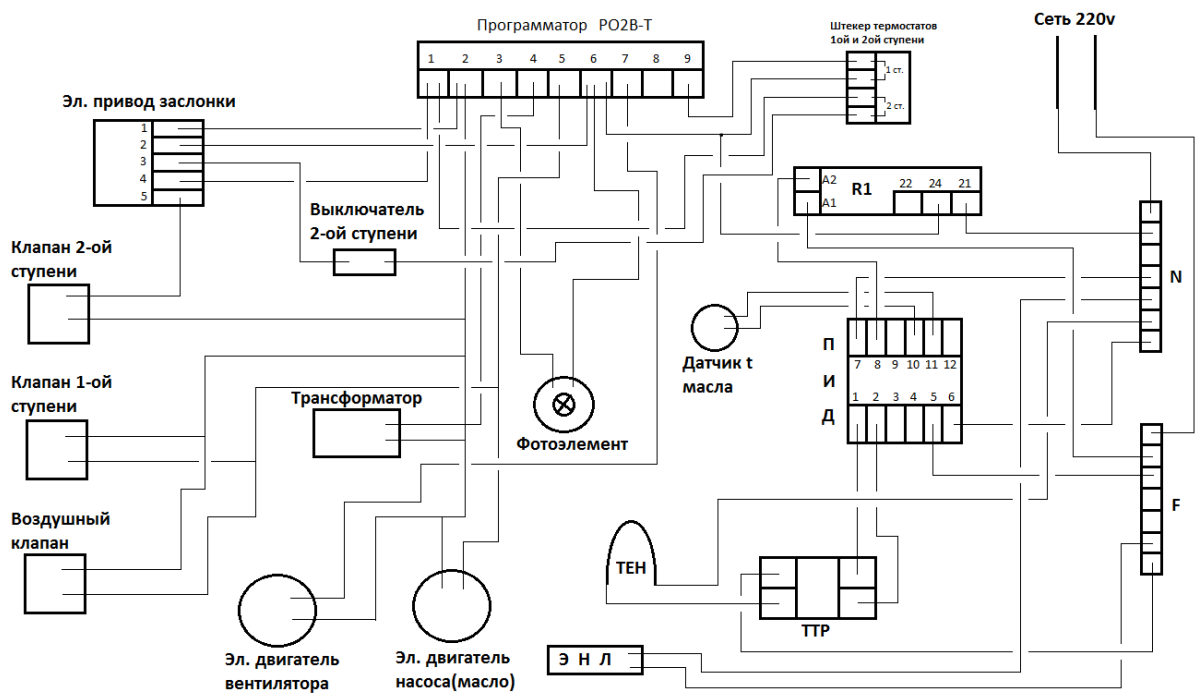

Рис.6.
- произвести коммутацию электрической схемы Горелки AL-15,25,35V и топливного насоса двухжильным проводом сечением не менее 1 мм. На горелке есть вывод подписанный «НАСОС» (Рис.6);
3.5.1. Первый запуск осуществляется после монтажа Горелки на котел (п. 3.2) сборки монтажной схемы (Рис.4) и электрической схемы (Рис.6).